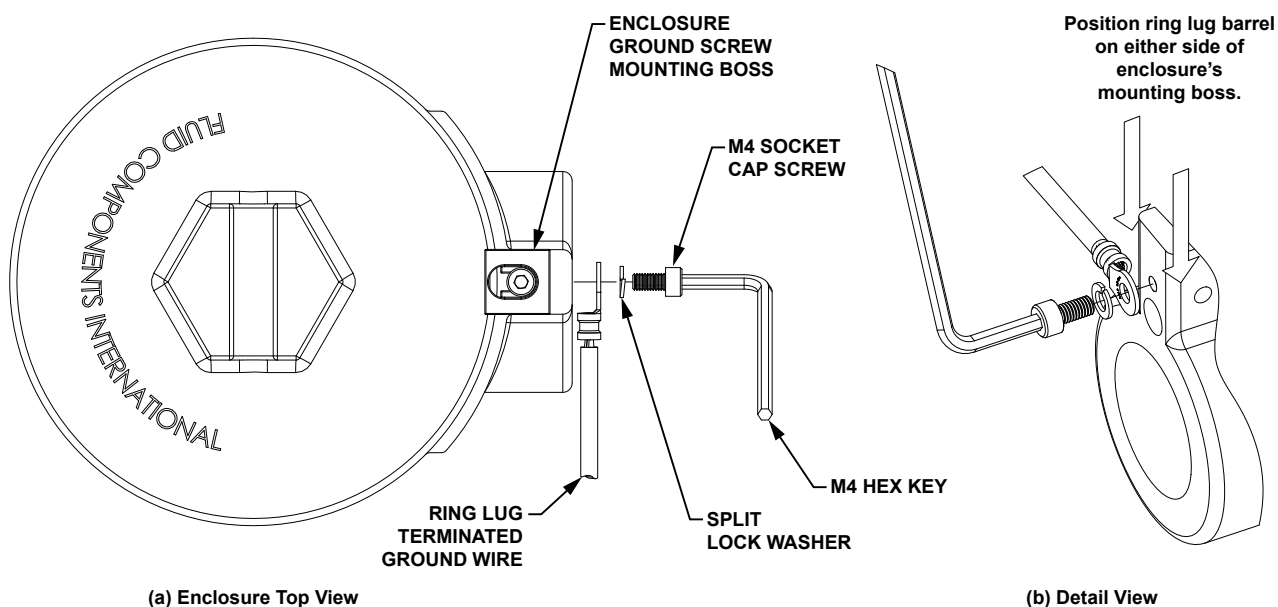

Figura 2-7 Instalação do fio-terra terminado por borne em anel
- Instale o borne em anel do fio terra de maneira que a extremidade do cilindro do borne toque a lateral do ressalto de montagem do gabinete, como mostrado na Figura 2-7. Coloque o borne em anel em qualquer um dos lados do ressalto de montagem conforme necessário para a instalação. Instale com o hardware nesta ordem: parafuso de cabeça sextavada, arruela bipartida com trava, borne em anel. Aperte o parafuso sextavado com um torque de 23 lb-pol (2,6 N-m).